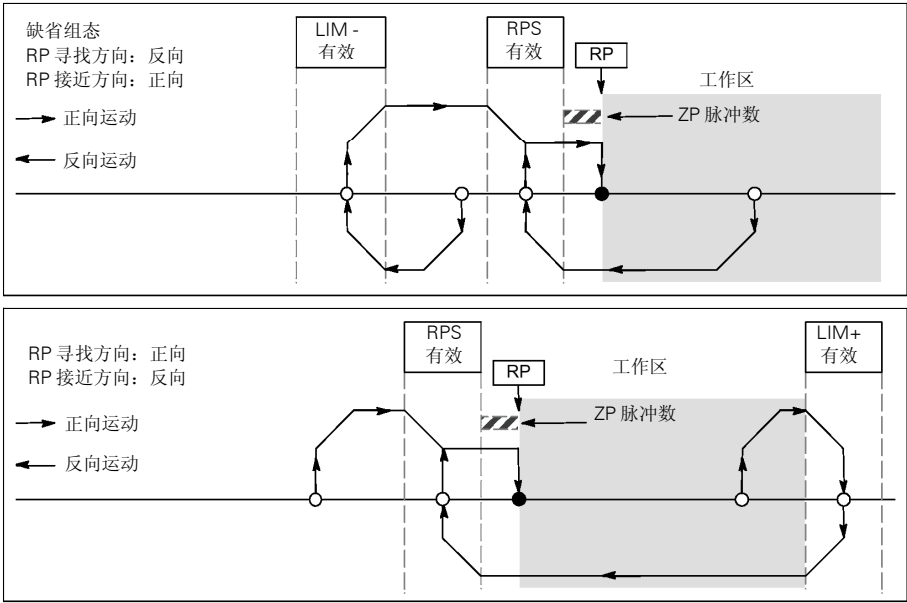

图 9-16 RP 寻找模式 3
- 图 9-16 所示是 RP 寻找模式 3 的选项。这种模式将 RP 定位在 RPS 输入有效区域之外一个指定数量的零脉冲（ZP）处。